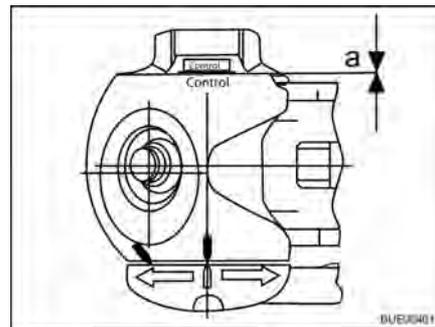

Fig. 197 Contrôle d'usure
- Distance  $a = 0$  (Fig. 197) : Contrôler les garnitures de friction et au besoin les changer.